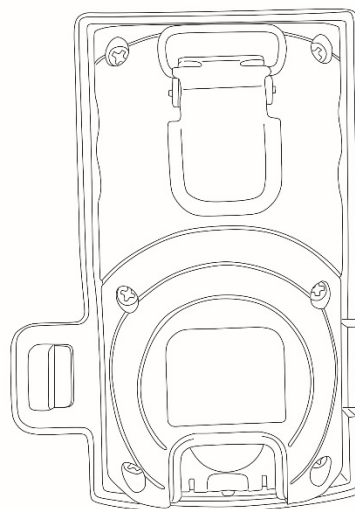

Fig. 15
- Si **falla** el bump test, sólo el tercer LED permanecerá encendido y parpadeante. (Fig. 15).